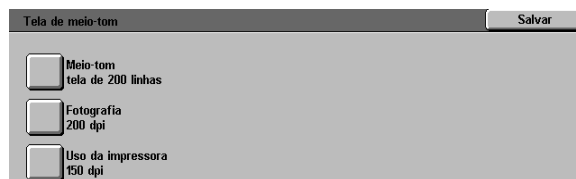

Figura 53: tela Meio tom
- Toque no ícone **Tela de meio tom** para acessar a Tela de meio tom, conforme ilustrado na Figura 53.